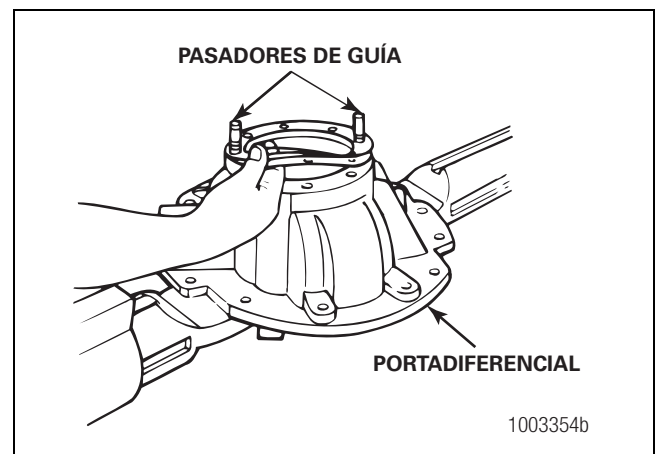

Figura 5.22
- Elija el paquete de suplementos correcto e instálelo entre la jaula del cojinete y el portadiferencial. Figura 5.22.
- Alinee las ranuras de aceite en los suplementos con las ranuras de aceite de la jaula del cojinete y del diferencial. El uso de pasadores de guía ayudará a alinear los suplementos. Figura 5.22.